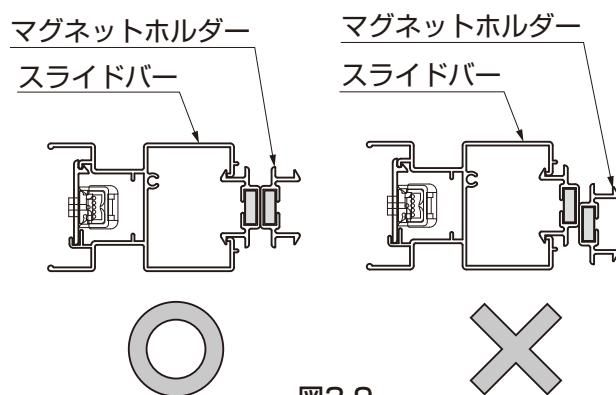
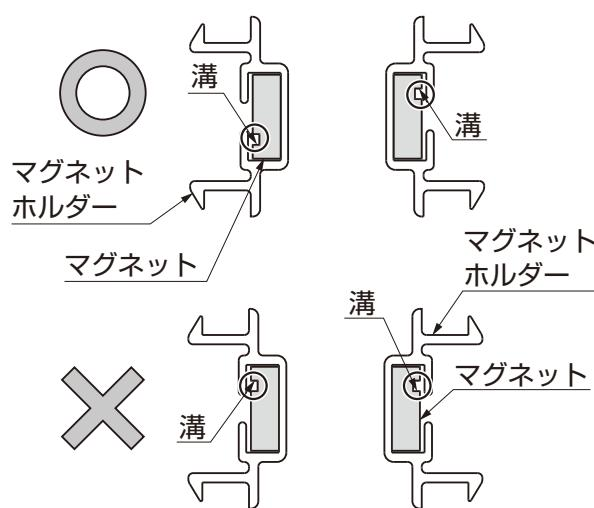

図3-9
図3-10
- 図3-9のようにマグネットホルダーがずれて固定される場合は、マグネットの溝を図3-10の通りにしてください。